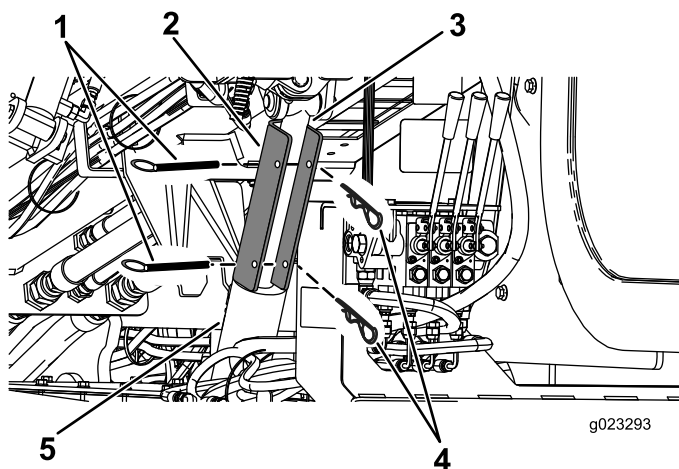

Figura 70
4. Coloque el bloqueo del cilindro sobre el vástago del cilindro (Figura 70).
5. Sujete el bloqueo de cilindro con el pasador y la chaveta (Figura 70).
4. Retire el pasador y la chaveta que sujetan el bloqueo del cilindro (Figura 70).